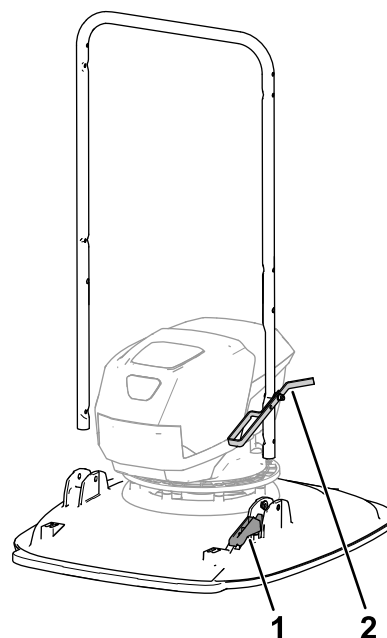

Figuur 5
1. Monteer 2 T-lagerbussen in de flenzen van de duwboom van het maaidek (Figuur 5).